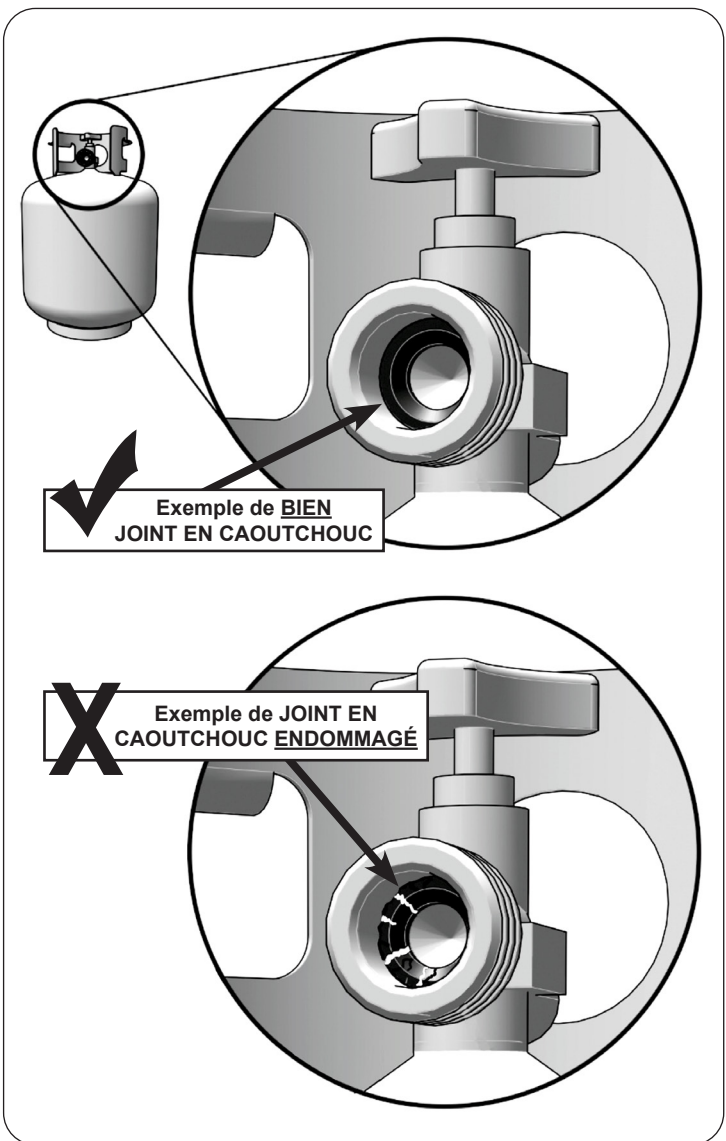

Fig. 10-1 Inspecter le joint en caoutchouc
- Connexions CGA 791 sur les bouteilles de GPL :** l'élément d'étanchéité en élastomère de la face de la bouteille de ces appareils peut, au fil du temps, présenter des dommages ou une détérioration marqués et visibles susceptibles de provoquer une fuite même avec la connexion serrée. Une inspection visuelle du joint doit être effectuée chaque fois qu'une bouteille de GPL est remplacée ou remplie. Toute bouteille de GPL présentant des signes de dommages ou de détérioration, tel qu'illustré à la Fig. 10-1, y compris des fissures et des piqûres visibles, doit être remplacée.